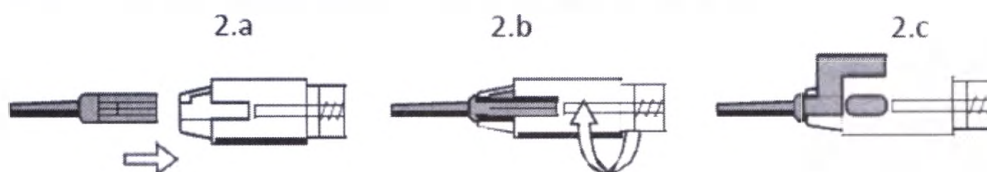

Рис. 2
10. Вставить закрытый картридж в приемное устройство корпуса инжектора и зафиксировать его осторожным поворотом крылышек, как показано на рис. 2.